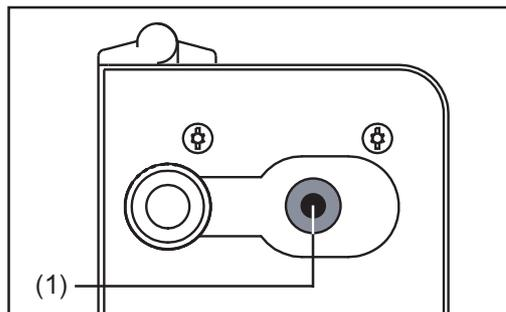
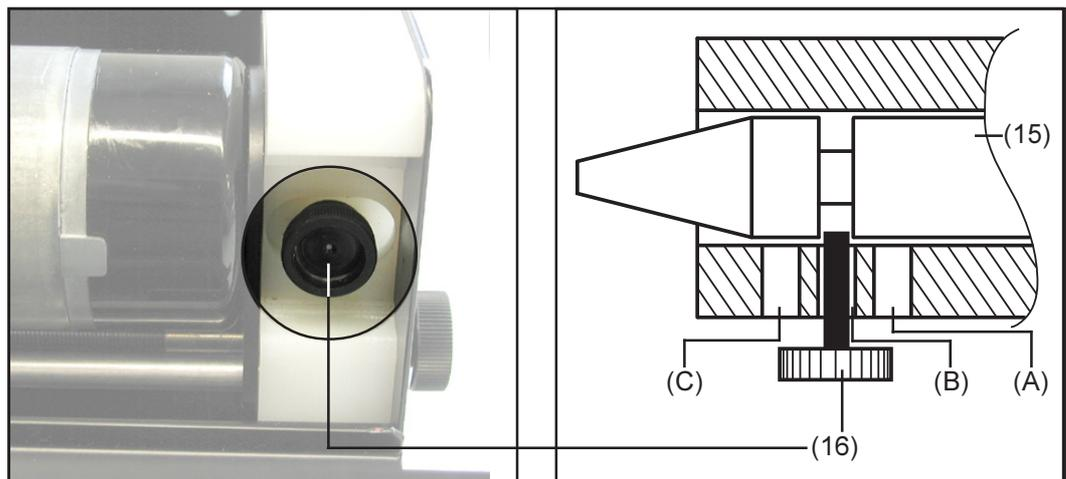

Abb.26 Draht-Förderschlauch einschieben
Abb.27 Draht-Förderschlauch fixieren
- Draht-Förderschlauch (15) - Abb.27 - mit Draht-Führungsdüse voran in die Aufnahme (1) - Abb.26 - einschieben.
- Durch Drehen der Positionierschraube (5), Abb.27, die Antriebseinheit bis zum Anschlag nach links verschieben